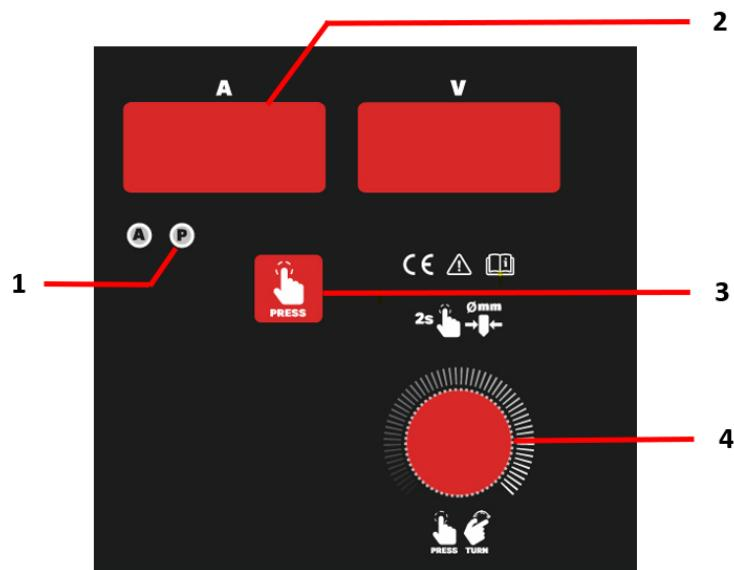

Fig. 11 – Memorias de soldadura
- ajustar los parámetros y pulsar tecla (Fig.11 – 3) hasta el LED P (Fig.11 – 1) encender. Después pulsar el botón de selección/ajuste de parámetros (Fig.11 – 4) durante 2 segundos hasta la pantalla digital muestre P1. Siguiente, girar el botón de selección/ajuste de parámetros para el número de memoria deseado. Por último, pulsar el botón de selección/ajuste de parámetros hasta que la pantalla digital muestre MEM.
- Pulsar tecla (Fig.11 – 3) hasta el LED P (Fig.11 – 1) encender. Siguiente, girar el botón de selección/ajuste de parámetros (Fig.11 – 4) para el número de memoria deseado. Espere 2 segundos y su memoria está disponible.